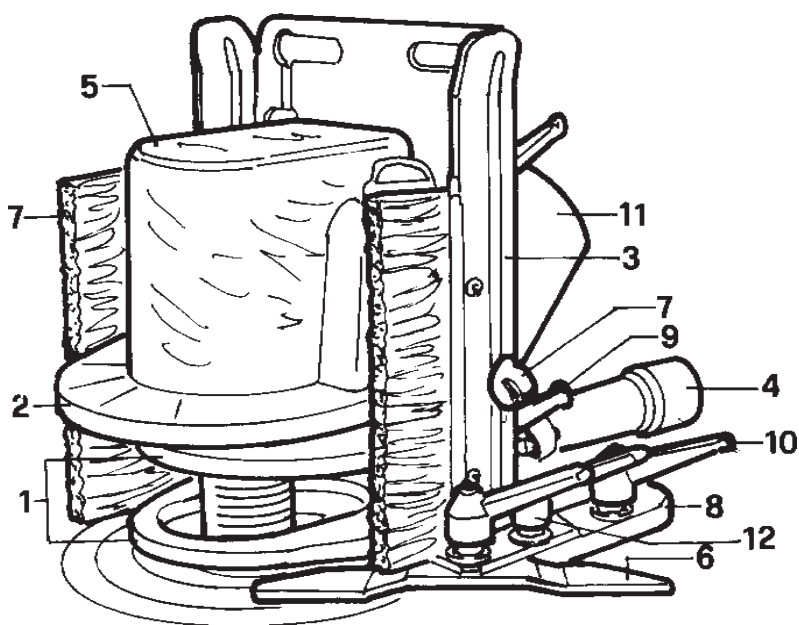

Fig. 3.6.3
3.6.2 PROTEZIONI PER LAVORI ALL' ALBERO Fig. 3.6.3 (PER LAVORAZIONI NEI DUE SENSI ORARIO/ANTIORARIO) (CE)
Nota: il convogliatore dell'aspirazione va tenuta come da Fig. 3.6.3.
N.B The extraction conveyor is to be positioned as showm in Fig. 3.6.3.
NOTA: El encauzador da aspiración debe tenerse come se indica en la Fig. 3.6.3.
Usare la guida (6) fissata solidamente al supporto (Fig. 3.6.3).